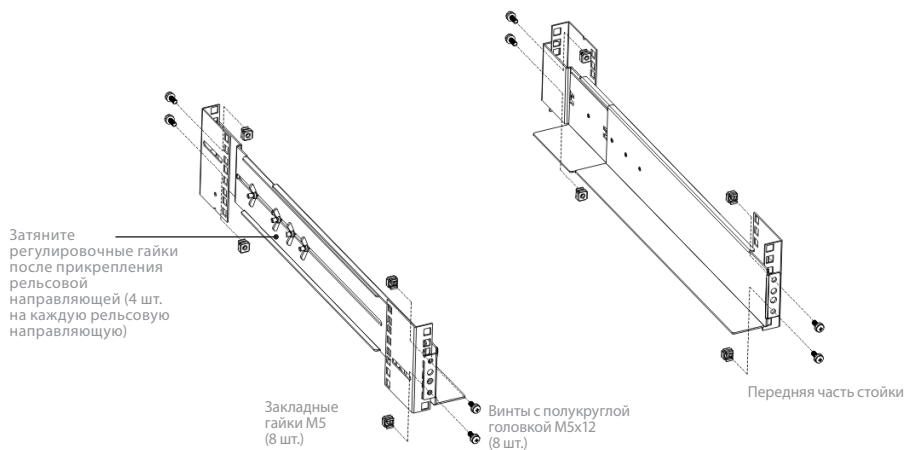

Рис. 2. Крепление направляющих
- b. Выберите правильный размер в стойке для размещения ИБП (см. рис. 2). Рельсовые направляющие крепятся в четырех местах на передней и задней частях стойки.